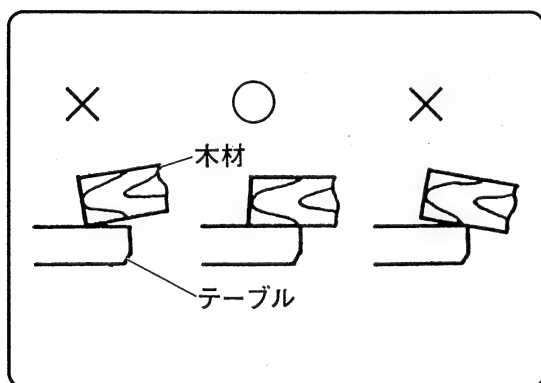

図31
**注** • 木材の板厚を検出するとき、木材の下面をフロントテーブル面へ図31（○印）のように当ててください。×印のようにおき方が適正でないと、加圧力が不足して、木材に対し送材ベルトがスリップすることがありますので十分注意してください。